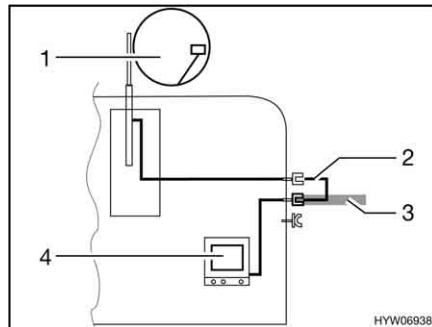

Bild 155 TV im Fahrzeug
- TV im Fahrzeug (Bild 155,4): Anschluss an Dachantenne (Bild 155,1) mit Verbindungskabel (Bild 155,2)
- TV im Fahrzeug (Bild 155,4): Anschluss an externe Antenne (Bild 155,3)